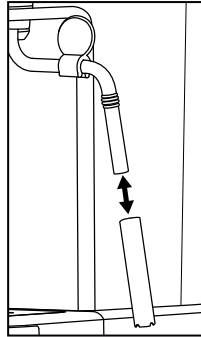

Abb. 3
- 5) Ziehen Sie die Hülle der Milchaufschäumdüse **10** ab (siehe Abbildung 3) und reinigen Sie diese sorgfältig im warmen Wasser.
- 7) Schieben Sie die Hülle wieder auf die Milchaufschäumdüse 10 (siehe Abbildung 3).